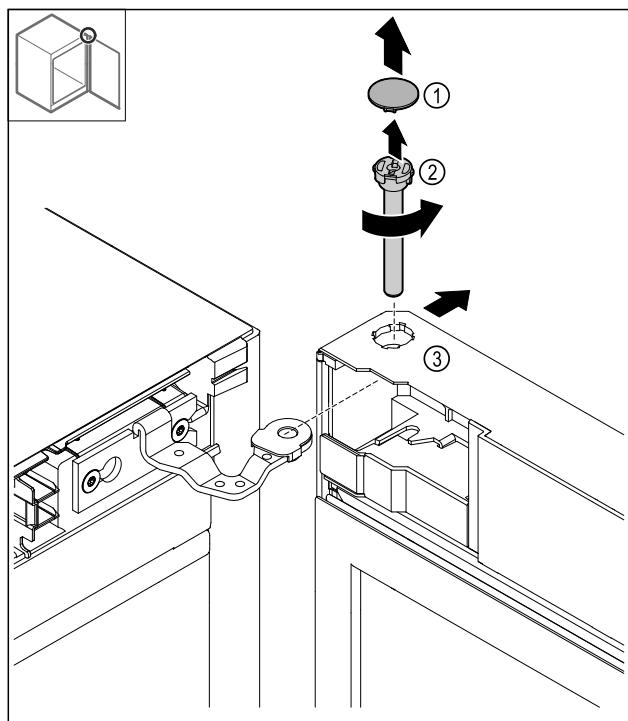

Fig. 18
- Skinite poklopac Fig. 18 (1).
- Odvrnite svornjak Fig. 18 (2) nalijevo i izvucite ga.
- Lagano nagnite vrata Fig. 18 (3).